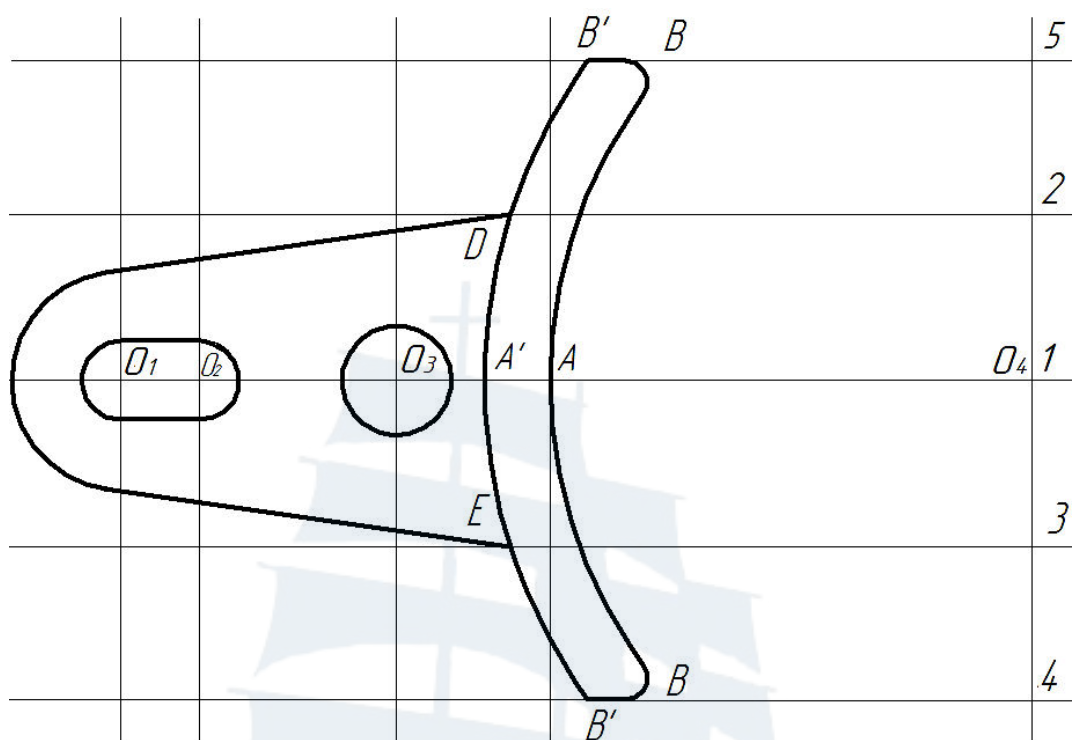

Рис. 127
14. Из точек **D** и **E** построить **касательные** к окружности радиуса **25** мм с центром в точке **O1** (рис. 127). В режиме черчения **Привязка**, при этом должна быть включена привязка **Касательная**.